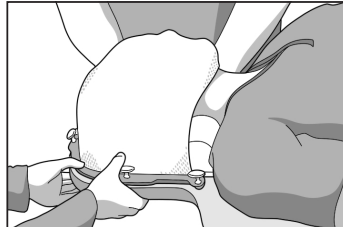

Abb. 3
5. Ziehen Sie das Thermoplastikmaterial 15 bis 20 cm (6 bis 8 Zoll) nach oben und anschließend zurück nach unten auf die Halterung (Abb. 3).